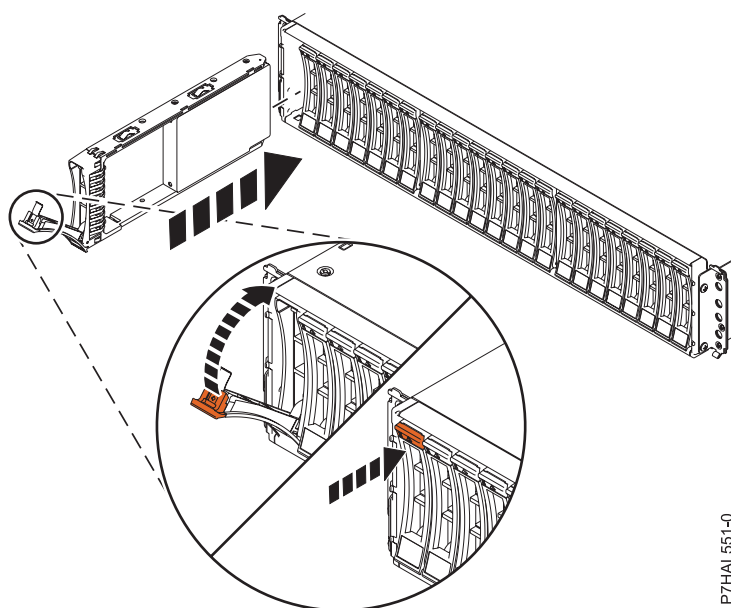

Figura 7. Instal·lació de la unitat de disc a Allotjament de la unitat de disc 5887
1. Amb la nansa en posició desbloquejada, tal com es mostra a Figura 7 a la pàgina 15, aguanteu la part inferior de la unitat mentre l'alineeu amb les guies a la unitat d'expansió.